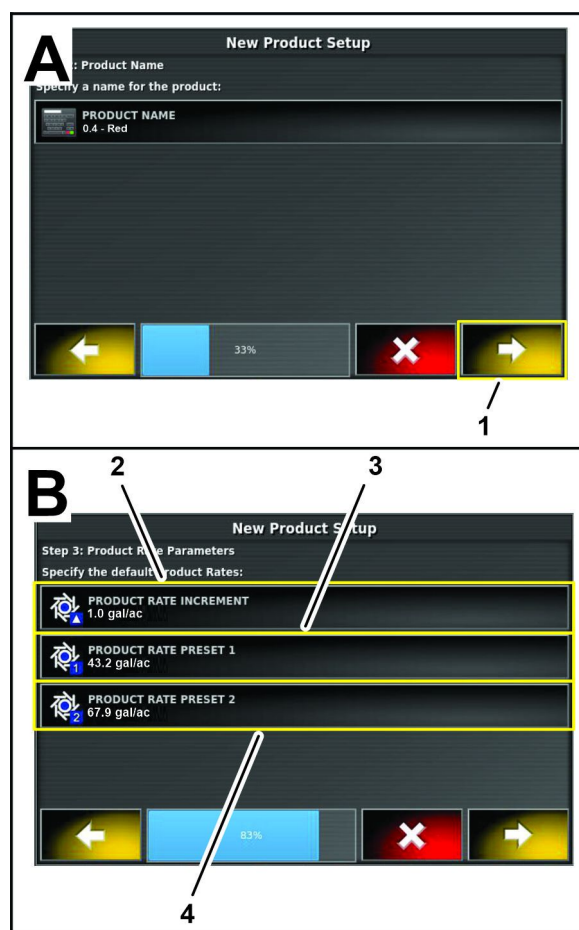

Figura 119
8. En el paso 2 del cuadro de diálogo Configuración de nuevos productos, pulse el icono SIGUIENTE (Figura 119).
9. En el paso 3 del cuadro de diálogo Configuración de nuevos productos, pulse el icono INCREMENTO DEL CAUDAL DEL PRODUCTO (Figura 119).